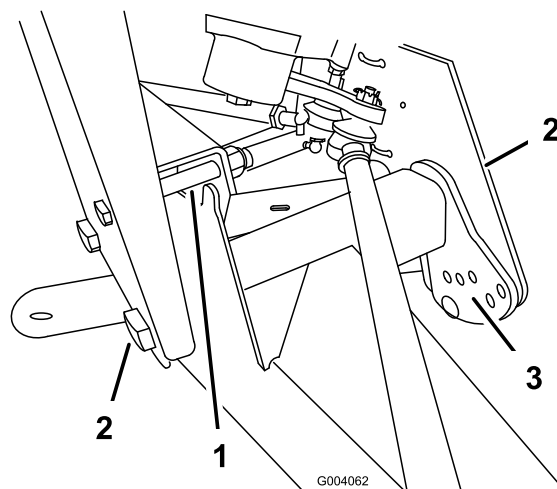

Figura 41
2. Retire o parafuso de limitação de curso (Figura 41).
3. Solte os parafusos de centragem que se encontram no braço A dianteiro (Figura 41).
4. Retire a cavilha de ajuste da altura (Figura 41).
5. Rode o braço A dianteiro para a posição desejada (consulte a nota abaixo) e substitua o parafuso de ajuste da altura do chassis (Figura 41).
7. Substitua o parafuso de limitação de curso (Figura 41).